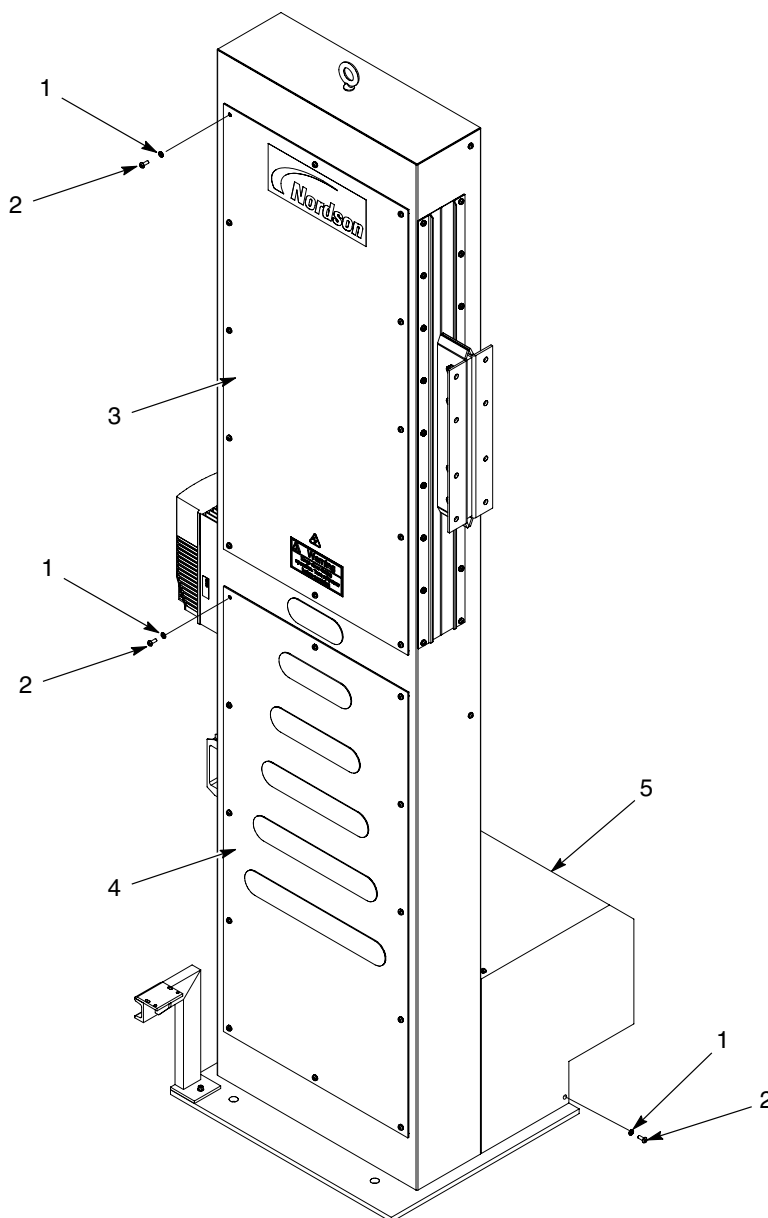

Bild 11 Demontering av kåpor
1. Se bild 11. Tag av skruvarna (2) och låsbrickorna (1) från från aktuell panel (3, 4) eller kåpan över växellådsmotorn (5) för att kunna komma åt en del i oscillatorn.